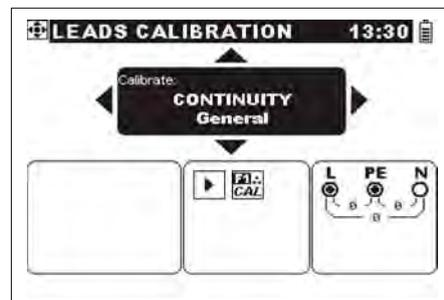

Abb. 5.10: Kompensierung des Widerstands der Prüflleitungen
- Schließen Sie das Prüfkabel an das Instrument an und schließen Sie die NPE (siehe Abb. 5.10) oder LPE Prüfleitungen kurz.